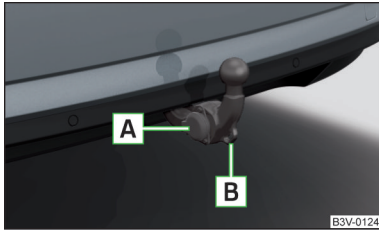

Abb. 222
- Den Stecker des Anhängerkabels in die 13-polige Steckdose **A** » Abb. 222 einstecken.